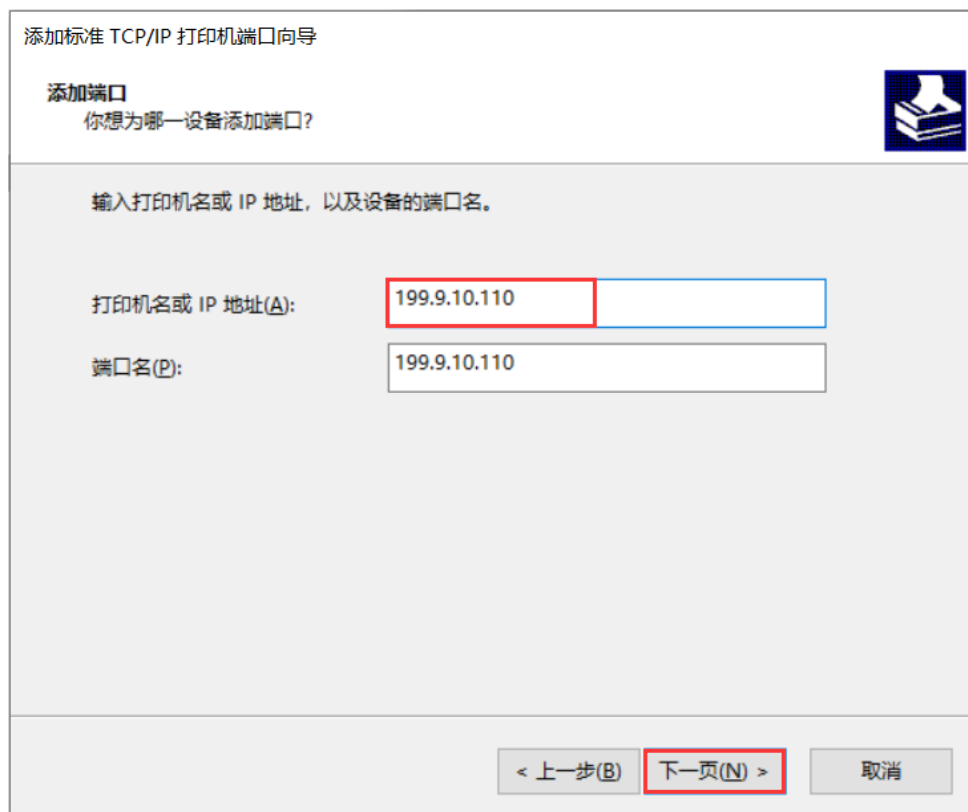

图 2-42 添加端口界面
7. 在“添加端口”界面中，输入打印机 IP 地址（此处输入的 IP 地址应与已设置好的打印机 IP 地址保持一致，端口名会自动生成），然后点击“下一页”，如图 2-42 所示；